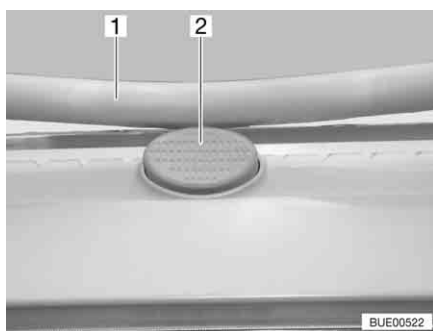

Fig. 80 Bouton de sûreté sur le lanterneau Heki
- Appuyer sur le bouton de sécurité (Fig. 80,2) et tirer l'étrier (Fig. 80,1) vers le bas avec les deux mains.
- Pousser l'étrier vers le haut avec les deux mains jusqu'à ce que ce dernier se trouve au-dessus du bouton de sûreté (Fig. 80,2).